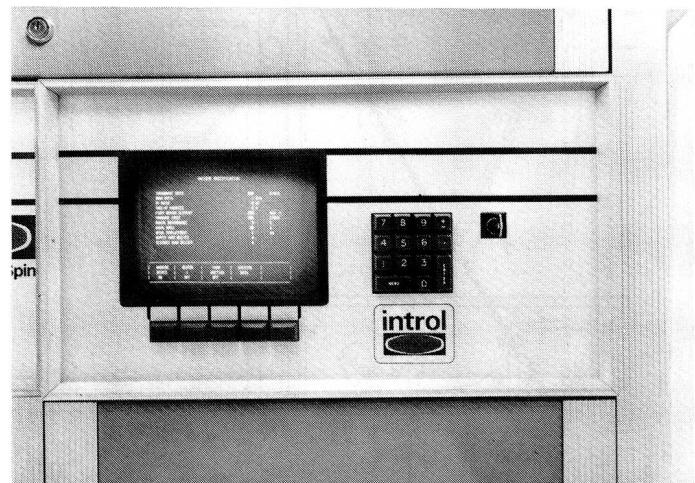

Abb. 6
- Möglichkeit zum Anschliessen an Betriebs- oder Centralcomputer und Druckausgabe (Abb. 6).